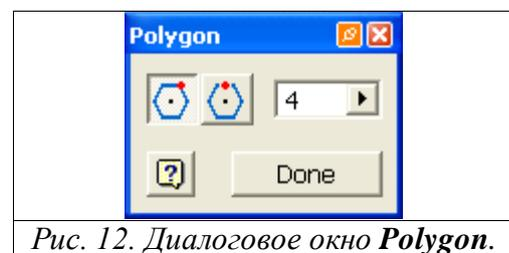

Рис. 12. Диалоговое окно **Polygon**.
3. Воспользуйтесь командой **Polygon**  на панели инструментов. В диалоговом окне **Polygon** (рис. 12) установите количество граней правильного многоугольника равное 4.